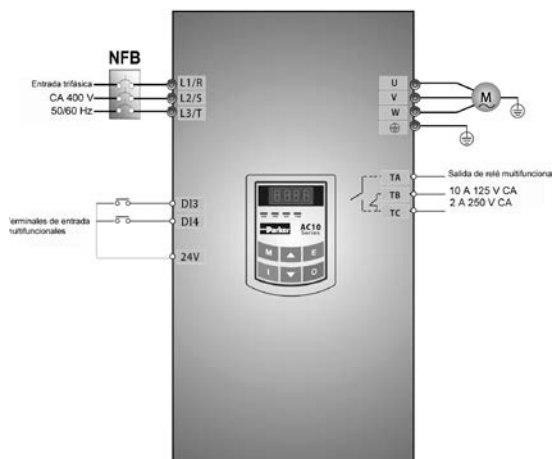

Figura 4-2 Diagrama de cableado 2
(1) Conecte los cables según la Figura 4-2. Después de comprobar que la conexión es correcta, encienda el interruptor de aire y el inversor;